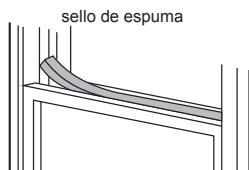

Fig.11
5. Corte el sello de espuma para una longitud adecuada y selle el espacio entre la hoja de la ventana superior y la hoja de la ventana exterior. Como se muestra en la Fig. 11.